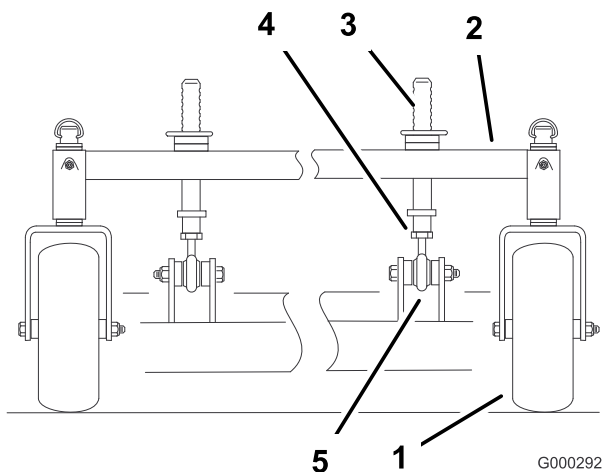

Figura 57
- Per modificare l'inclinazione longitudinale, possono essere regolate le postazioni di altezza di taglio anteriori (Figura 57).
- Per sollevare la parte anteriore del piatto di taglio, allentate il controdado e ruotate in senso orario il perno anteriore (Figura 57).
- Per abbassare la parte anteriore del piatto di taglio, allentate il controdado e ruotate in senso antiorario il perno anteriore (Figura 57).
- Serrate i controdadi (Figura 57).